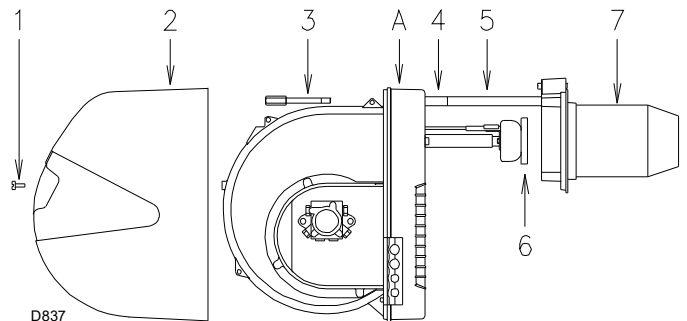

Abb. 31
- Schraube 1) (Abb. 31) herausdrehen und Verkleidung 2) abnehmen.